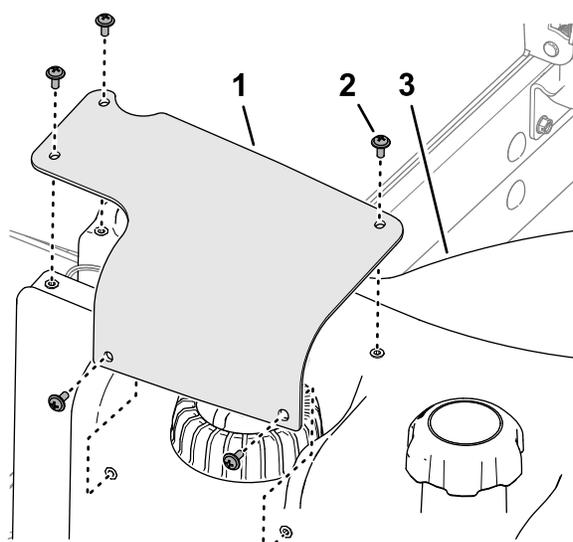

図 99
7. 燃料センダのカバーについている穴を燃料タンクの穴に合わせ、プラスねじ5本でカバーをタンクに取り付ける 図 99。